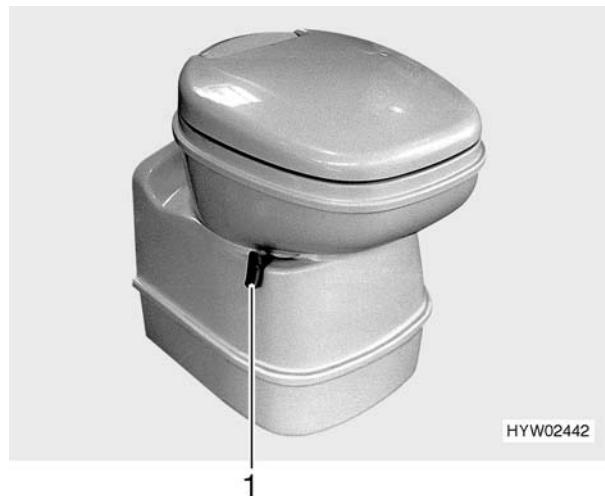

Fig. 186 Tazza del WC Thetford
- Prima di tirare l'acqua, aprire il cursore della toilette Thetford. A tal fine girare la leva del cursore (Fig. 186,1) in senso antiorario.
- Dopo aver tirato l'acqua chiudere il cursore. Girare la leva del cursore (Fig. 186,1) in senso orario.
- Girare la leva del cursore (Fig. 186,1) in senso orario. Il cursore viene chiuso.